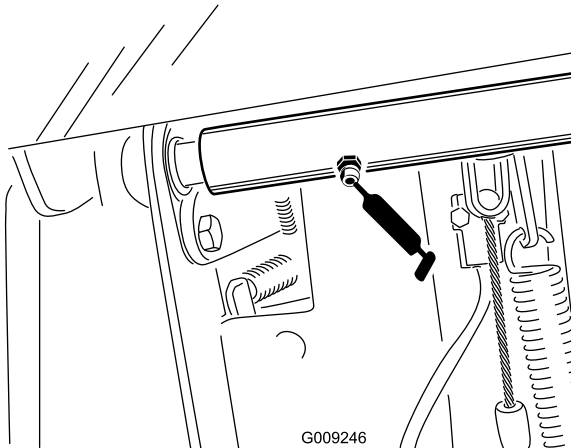

Figure 52
- Roulements d'axes de pivots de freins (1) (Figure 52)